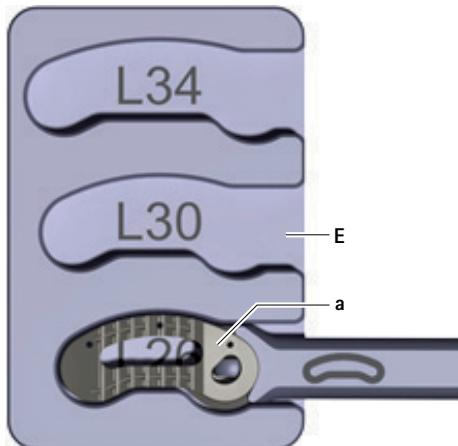

Rys. 8 Implant w pozycji 0°
- ▶ Implant próbny **D** przytrzymać w pozycji 0° w instrumencie do wprowadzania **A**, patrz Rys. 8.
- ▶ Przytrzymać implant w pozycji 0°, patrz Rys. 8.